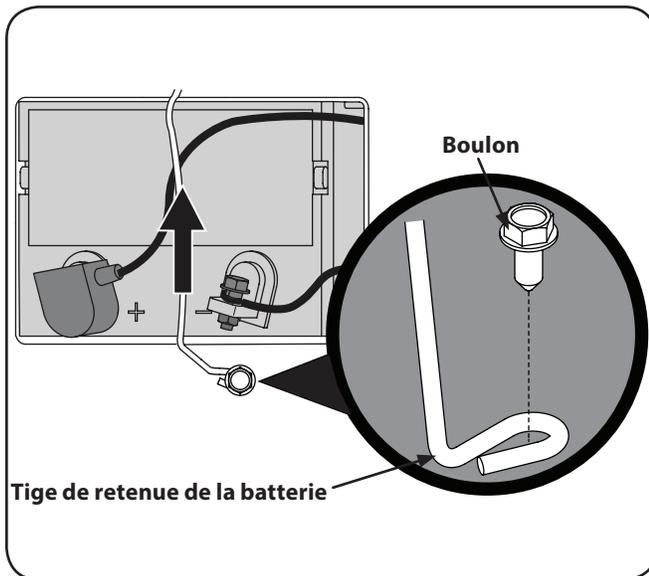

Figure 7-1
1. Retirez le boulon qui fixe la tige de retenue de la batterie au châssis. Faites pivoter la tige de retenue de la batterie vers le haut et retirez la batterie. Voir Figure 7-1.